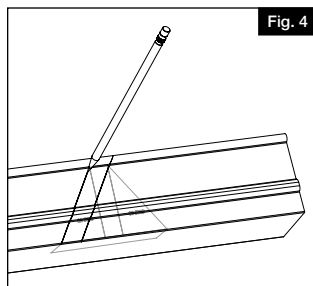
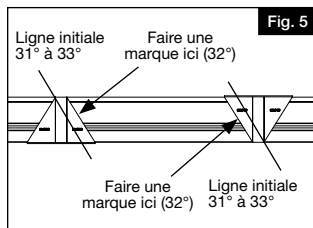

Fig. 4
Fig. 5
Placer la lisse dans l'ouverture entre les poteaux en laissant un espace égal entre le dernier barreau et le poteau à chaque extrémité (Fig. 3). Faire une marque pour indiquer un espace de 2 po (50 mm) à l'extrémité du poteau pour tenir compte de la largeur du support et de la dilatation (Fig. 4). Aligner la main courante sur la lisse et couper les deux pièces à l'aide d'une scie à onglets ou d'une scie à métaux [voir les spécifications du fabricant pour le choix de la lame] (Fig. 5).
- À partir de la ligne initiale créée par le poteau, faire une autre marque 11/16 po (17,5 mm) à l'intérieur de la lisse [plus près des trous de barreau] (Fig. 4) à l'aide du gabarit d'angle (Fig. 5). En enlevant cette partie, on prévoit un espace pour le support lorsque la rampe sera installée. Pour cet angle de 31° à 33°, la nouvelle ligne sera parallèle à la ligne tracée précédemment.